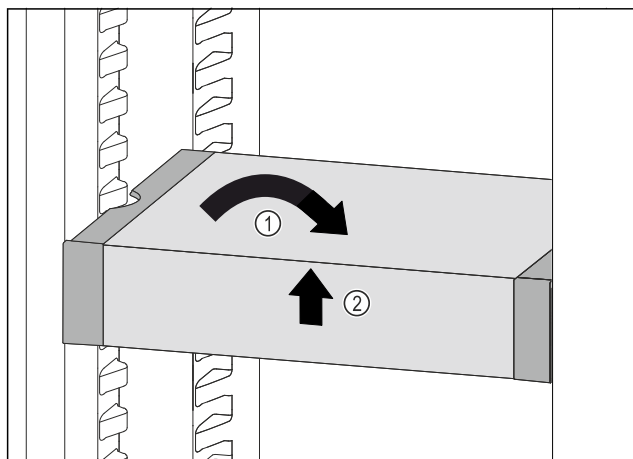

Fig. 107
- Ställ VarioSafe rakt. Fig. 107 (1)
- Lyft VarioSafe framåt. Fig. 107 (2)